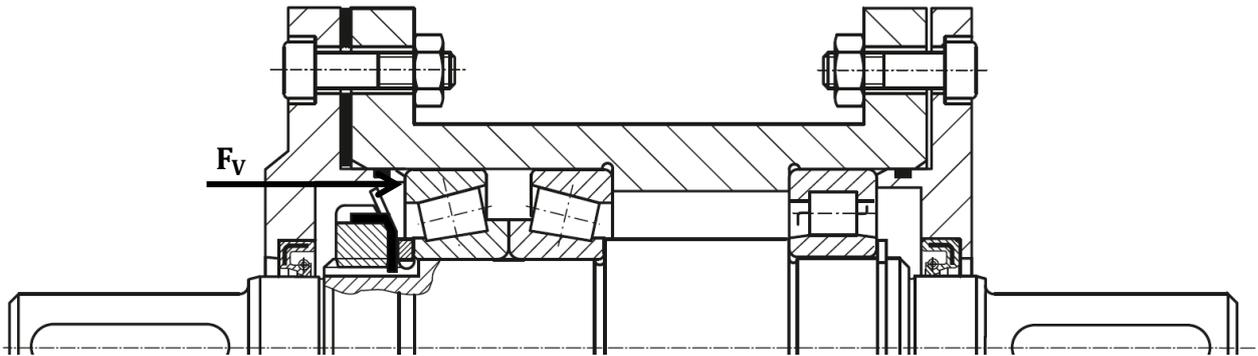

Abbildung 2-2: Kraftfluss der Vorspannkraft  $F_V$
- a) In Abbildung 2-2 den Kraftfluss der Vorspannkraft  $F_V$  des Lagerdeckels A (5) auf das Festlager (1).